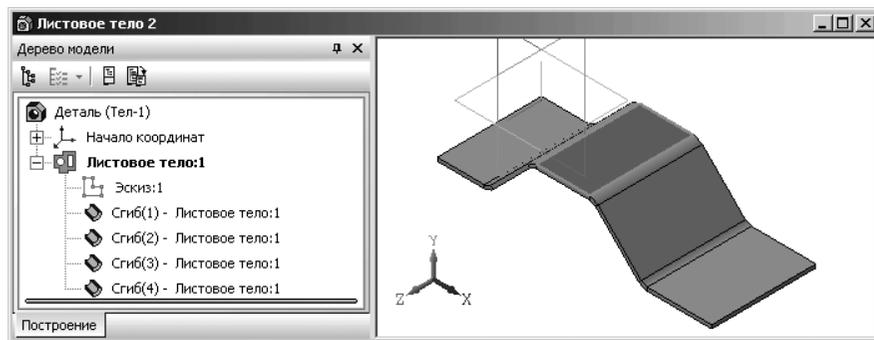

Рис. 7.51. Исходная листовая деталь
- щелкните по верхней грани плоской детали. Верхняя грань выделится темно-зеленым цветом. Активизируется на панели инструментов **Вид** кнопка  – **Эскиз**. Исходная листовая деталь показана на рис. 7.51.